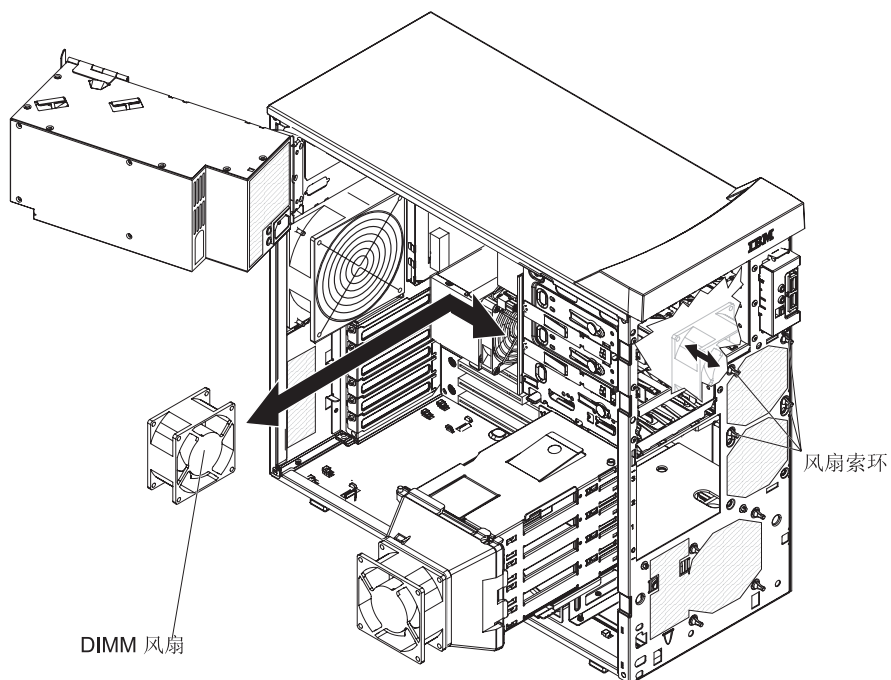

图 52. 安装 DIMM 风扇
1. 固定好风扇位置，让索环穿过机架上的孔；然后使用针头钳将索环从机架上的孔拉出（请参阅图 52）。